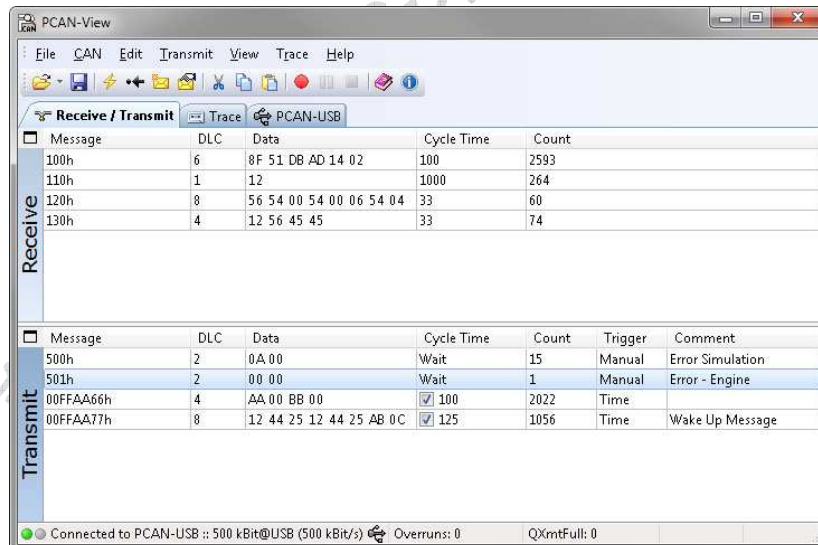

图 6 接收和发送选项卡
5. 最后点击 **OK** 确认对话框中的设置。PCAN-View 的主窗口如图 6 所示。